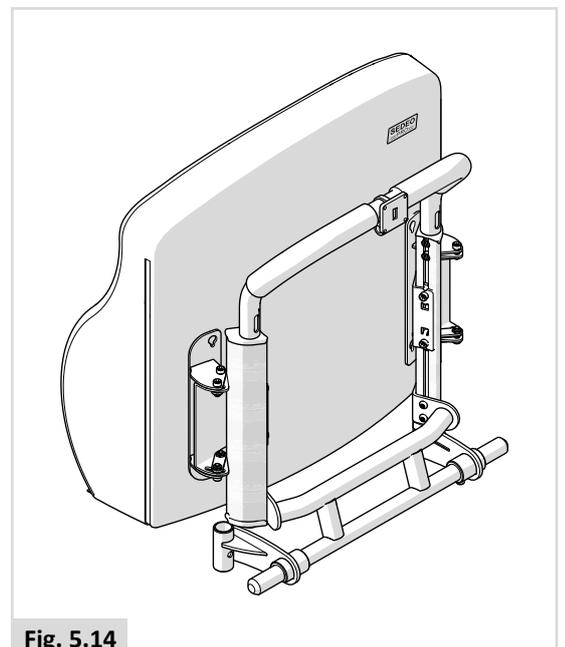

Fig. 5.14
- Sedeo Pro mit flexiblem Rückenkissen (Fig. 5.14)